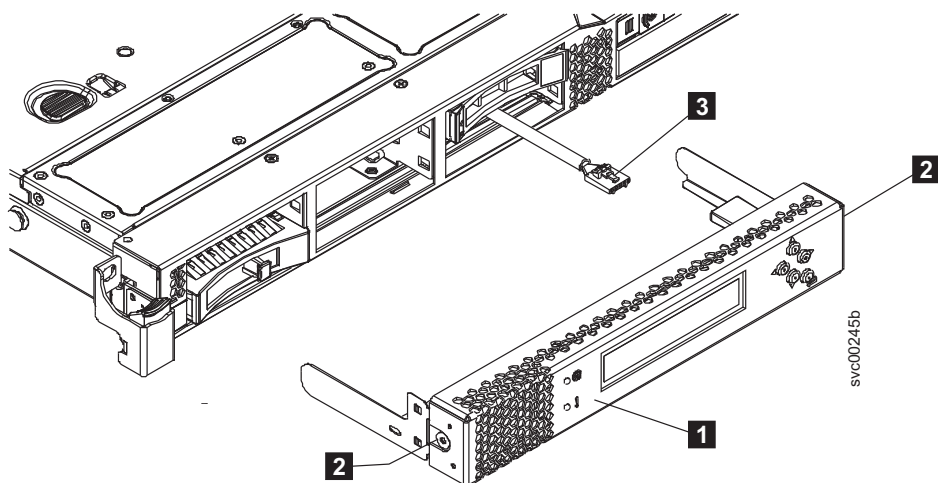

Figura 103. Controlador de serviço do SAN Volume Controller 2145-CG8 ou 2145-CF8 (SAN Volume Controller 2145-CF8 mostrado)
1. Quando o controlador de serviço, conforme mostrado por **1** na Figura 103, for suficientemente próximo ao cabo USB (**3**), conecte o cabo ao controlador de serviço, se necessário.